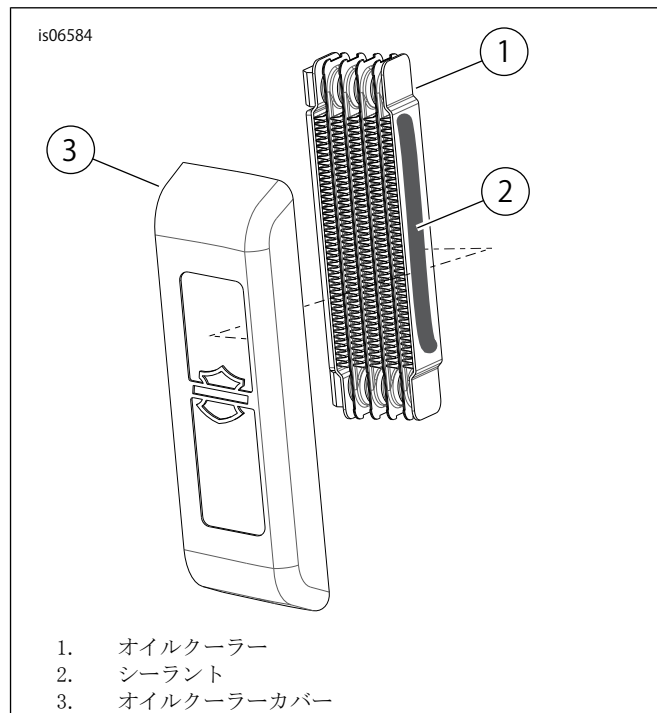

図1. オイルクーラーへのカバーの取り付け
2. 図1を参照してください。高性能シーラント剤(灰色)をオイルクーラー左側の平らな表面に塗り、オイルクーラーカバーをシーラント剤に押しつけ、オイルクーラーカバーを取り付けます。